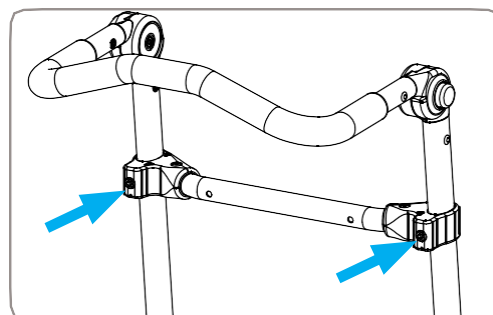

Rysunek 18
2. Zamontować dłuższe przedłużenia, jak to pokazano na Rysunek 18 w kolejnej, dalszej pozycji osiągalne z krótszymi rozszerzeń, zainstaluj płaskie śruby z łbem przez 7 otwór od góry rozszerzeń wkładka.